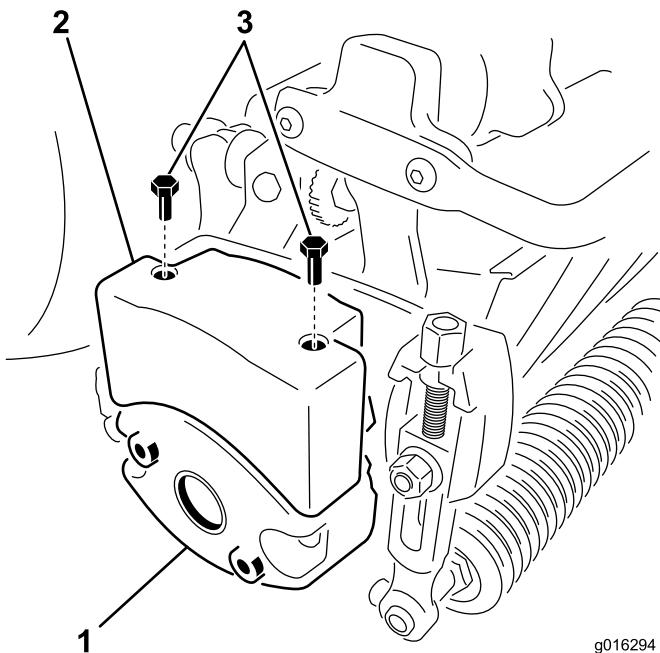

Figura 11
- Rimuovete i due bulloni che fissano lateralmente la zavorra all'elemento di taglio (Figura 11).
- Montate una zavorra superiore sulla zavorra dell'apparato di taglio con 2 viti a testa esagonale (Figura 11).